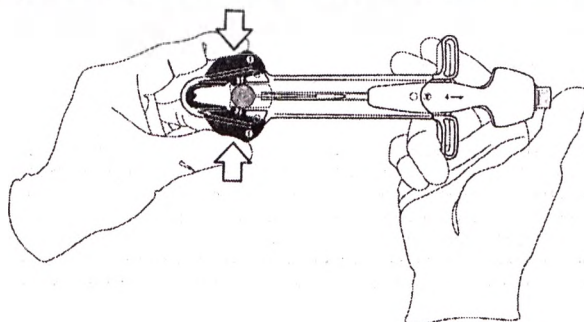

Рисунок 6.
- 3.1. Поддержка устройства доставки и загрузочного устройства. **Надавить** и одновременно **удерживать** оба зажима загрузочного устройства кончиками пальцев. В расположенном рядом окошке должен появиться визуальный ориентир в виде цифры ① (рисунок 6). Необходимо зрительно убедиться, что проксимальная закупорка HEARTSTRING III находится в свернутом виде. Продолжать удерживать синие зажимы до указаний, приведенных в этапе 3.3.